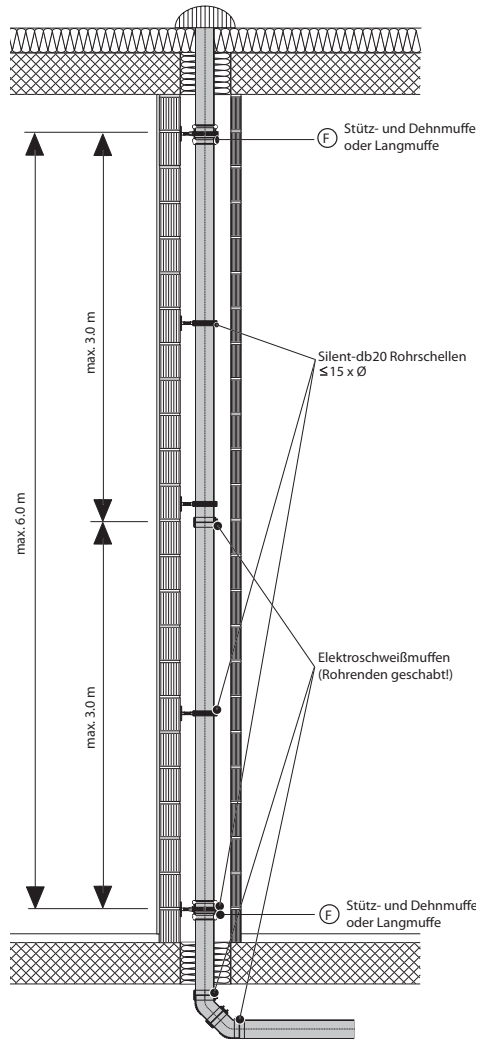

Abbildung 4: Verbindung mit E-Muffen für Regenwasserleitungen (Rückstau)
- Innenliegende Regenwasserleitungen über 5 m geodätischer Höhe müssen mit Elektroschweißmuffen verbunden werden (→ siehe Abb. 4)